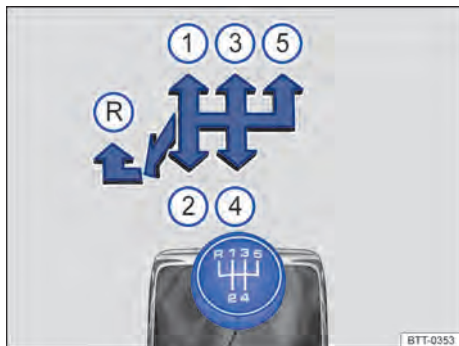

Fig. 86 Esquema de troca de marchas.
As posições de cada marcha estão representadas na alavanca de troca de marcha → Fig. 86.
- Empurrar a alavanca de troca de marcha totalmente para a esquerda e depois para frente até a posição da marcha a ré → Fig. 86 (R).